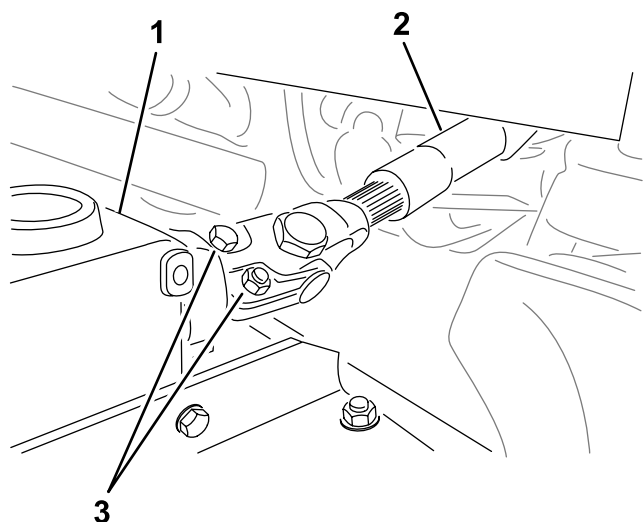

Figure 21
- Retirez les boulons et les écrous de l'arbre de PDF (Figure 21) et sortez la chape du boîtier d'engrenages.